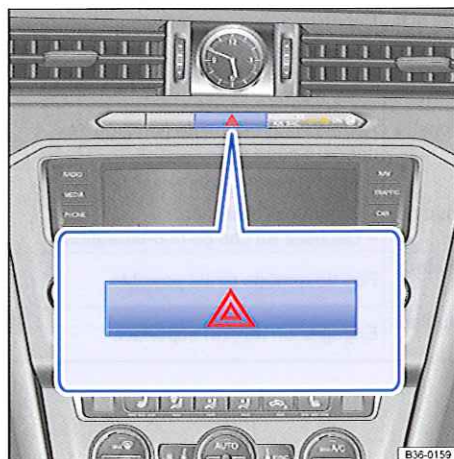

Fig. 243 Dans la partie supérieure de la console centrale : touche du signal de détresse
2. Activez le signal de détresse à l'aide de la touche  ➡ fig. 243.